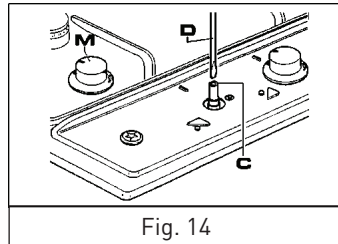

Fig. 14
- Retirez la manette « M » (fig. 14) du robinet, qui est simplement enfoncée sur sa tige.
- Insérez un petit tournevis « D » dans le trou « C » (fig. 14) et tournez la vis vers la droite ou vers la gauche jusqu'à ce que la